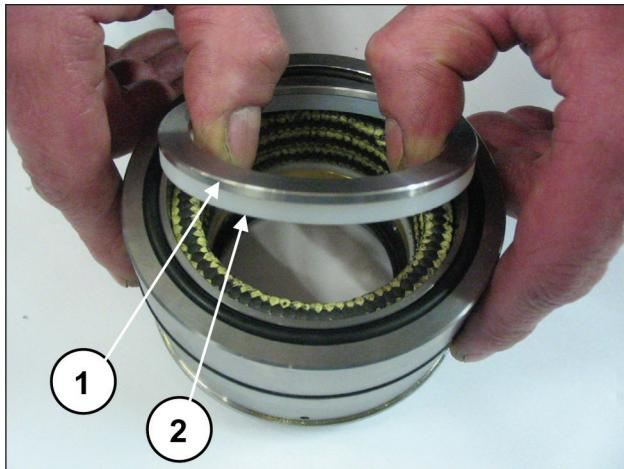
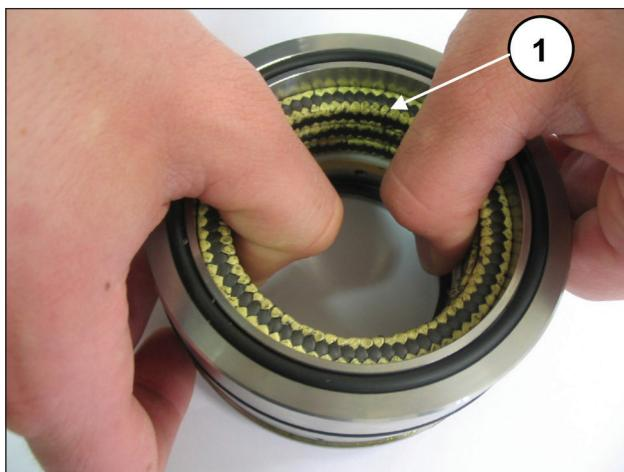

Рис. 166
Рис. 167
Отделите опору уплотнений от рубашки, снимите пружинное кольцо и скребковое кольцо (поз. ①②, Рис. 166) для доступа к нажимным уплотнениям (поз. ①, Рис. 167).